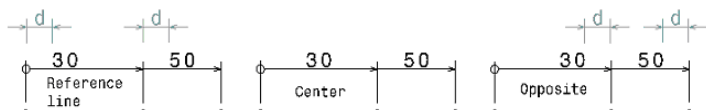

图 6-472
- Values Offset (值偏移): 如图 6-472 所示, d 即表示 Values Offset (值偏移)。